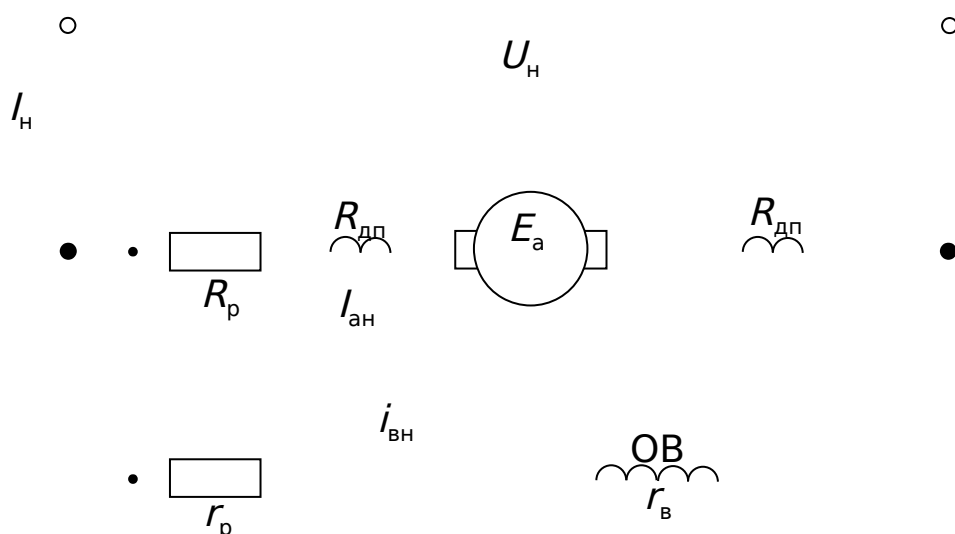

Рис. 6.1. Поясняющая электрическая схема для решения расчетно-графической работы
1. Электрическая схема двигателя постоянного тока параллельного возбуждения с включенными регулировочными реостатами в цепи якоря и возбуждения (рис. 6.1).